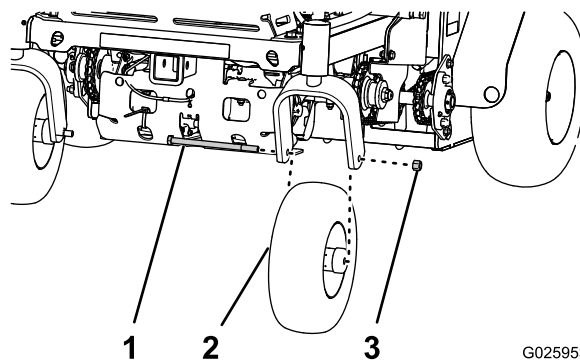

Figure 32
3. Retirez l'écrou et le boulon de roue, et déposez la roue pivotante de la fourche (Figure 32).
1. Placez le trou dans l'arbre de la roue pivotante entre les trous de la fourche (Figure 32).
2. Fixez la roue à la fourche au moyen de l'écrou et du boulon (Figure 32) que vous avez retiré à l'opération 3 de Dépose des roues pivotantes (page 33).